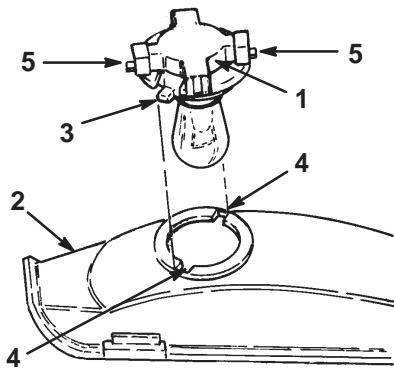

Figure 29
6. Dévissez l'embase d'un quart de tour vers la gauche et déposez-la du réflecteur (Fig. 29).
2. L'embase de l'ampoule est munie de 2 languettes (Fig. 29). Alignez ces languettes et les rainures du réflecteur, insérez l'embase dans le réflecteur et vissez-la à fond d'un quart de tour vers la droite.